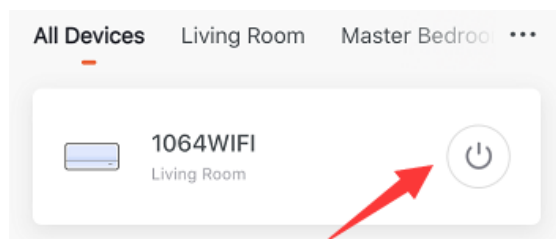

Fig.5
8. Druk op de pijl in de linker bovenhoek om naar de startpagina terug te gaan, waarna u uw apparaat eenvoudig kunt in- of uitschakelen. (Afb.5)